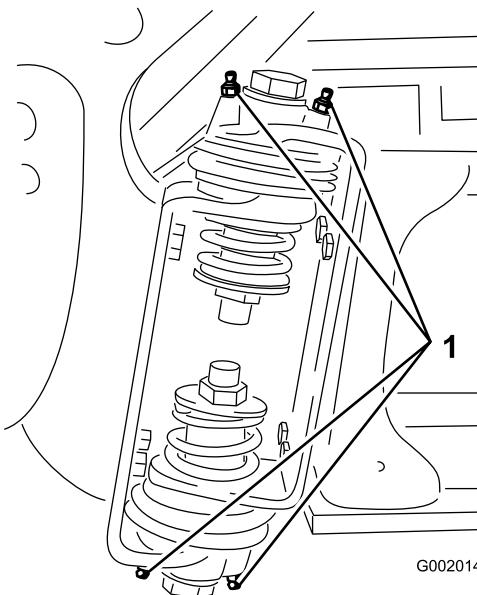

Bild 38
- Pressen Sie Fett in die Lager oder Büchsen jedes Anschlussstückes (Bild 38).